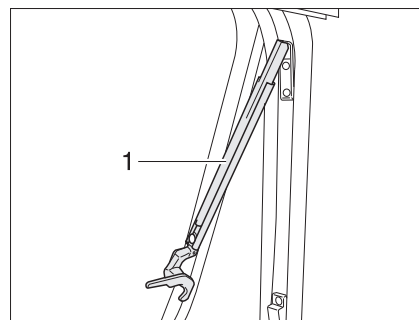

Fig. 53 Ventana abatible con soportes automáticos, abierta
- Abrir la ventana abatible hasta la posición de enclavamiento deseada. El soporte automático (Fig. 53,1) engatilla automáticamente.